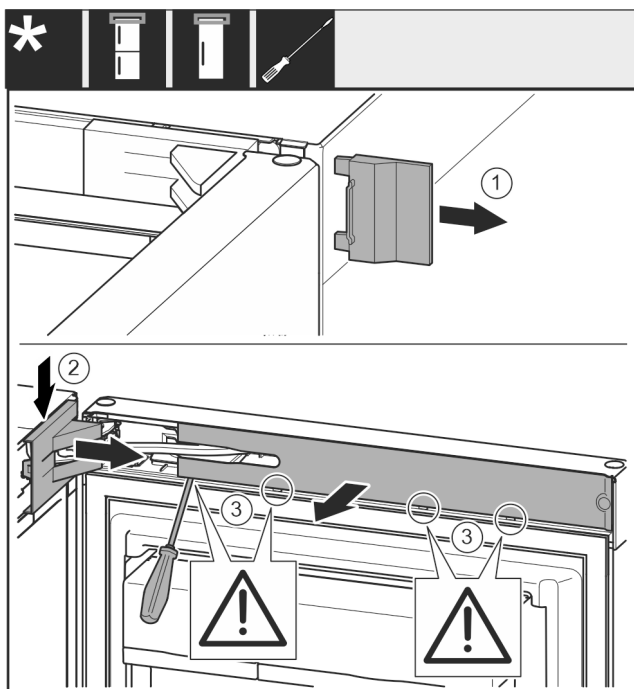

Fig. 8
► Retirer le cache Fig. 8 (1).
► Dégager et désolidariser le cache du support de palier Fig. 8 (2).
► Retirer le cache du support de palier Fig. 8 (2).
► Dégager le cache Fig. 8 (3) au moyen d'un tournevis plat et le faire pivoter sur le côté.